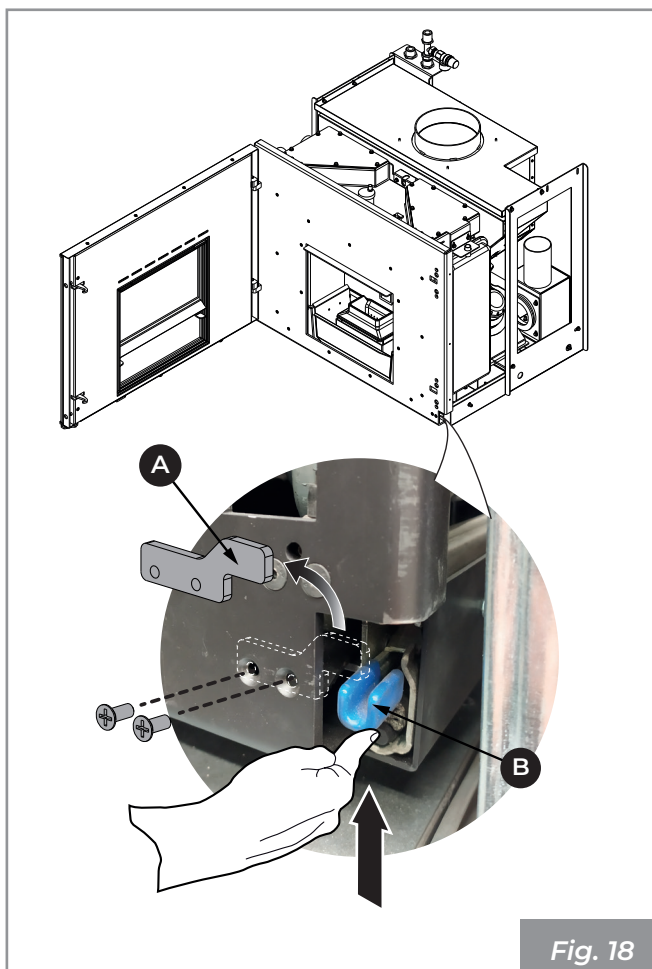

Fig. 18
Para sacar la estufa efectúe las siguientes operaciones (**Fig. 18**):
- desmonte el estribo de seguridad desenroscando los dos tornillos de fijación (A - **Fig. 18**);
- levante la palanca para desbloquear el deslizamiento (B - **Fig. 18**) y saque la máquina;
- vuelva a poner el estribo de seguridad fijándolo con los dos tornillos (A - **Fig. 18**)